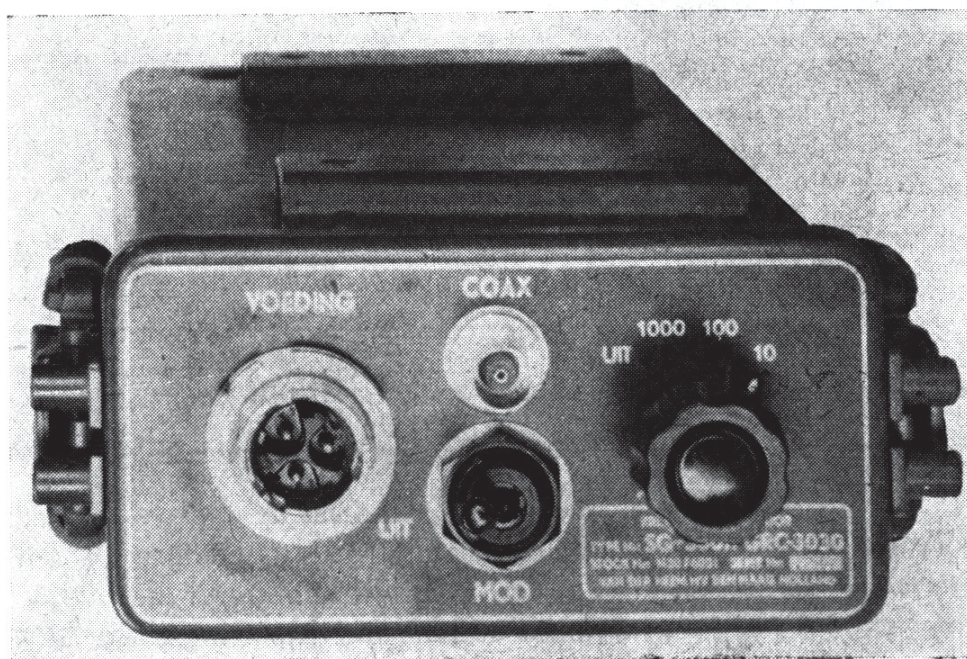

Fig. 3 Kristal-ijkoscillator SG-3007/GRC-3030, frontpaneel
2.1.2 Kristal-ijkoscillator SG-3007/GRC-3030 (zie fig. 3)